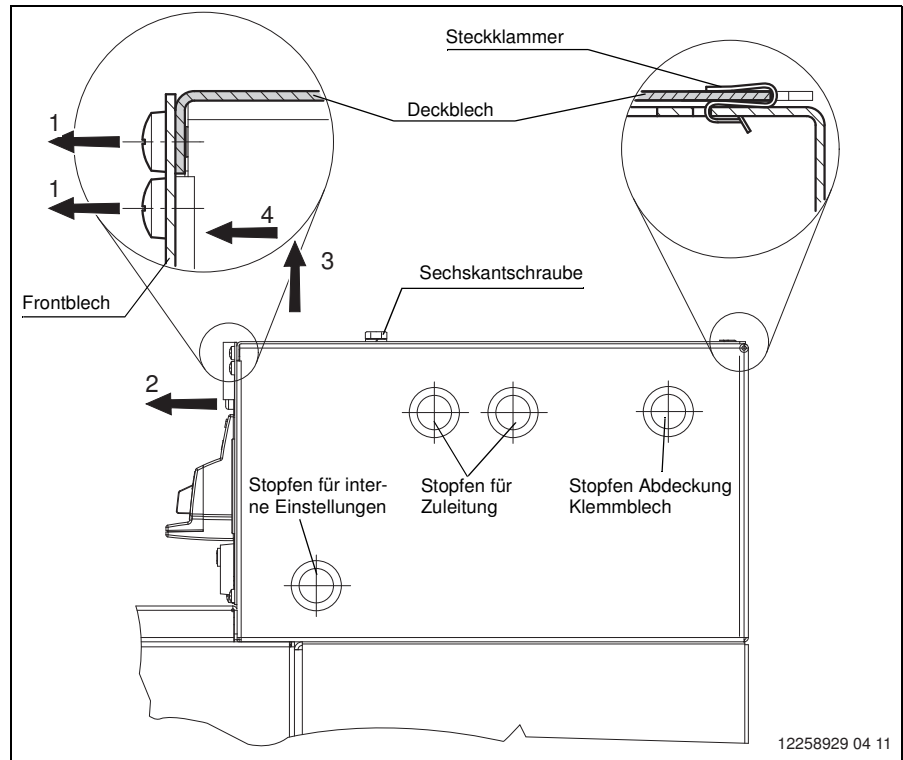

Bild 26
- Alle Linsenkopf-Kreuzschlitzschrauben (6x) im oberen Bereich des Frontbleches entfernen (Bild 26/1).
- Frontblech einige Millimeter nach vorn ziehen (Bild 26/2).
- Deckblech hinter dem Frontblech hervorheben (Bild 26/3).
- Deckblech aus den Steckklammern herausziehen (Bild 26/4).